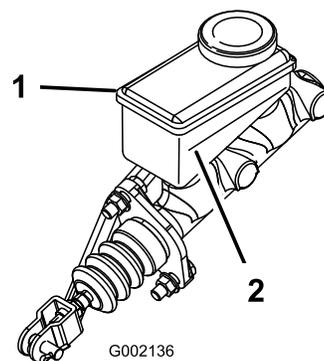

Figura 52
3. Observe o nível do fluido na parte lateral do reservatório (Figura 52).
- B. Adicione fluido dos travões DOT 3 ao reservatório até o nível do fluido estar acima da linha de mínimo (Figura 52).